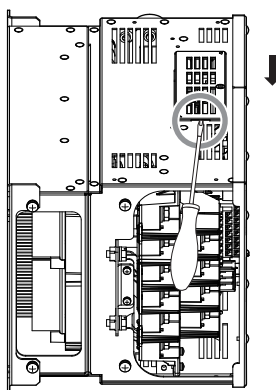

Figura 4.36 Removendo a Tampa do Conector CN19
3. Insira uma chave de fenda de ponta reta na abertura como mostrado na Figura 4.36, e remova a tampa do conector CN19 deslizando-a como mostrado na Figura 4.36.